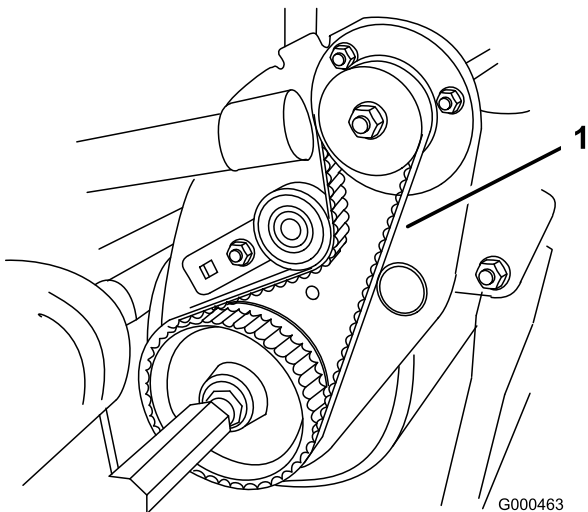

Bild 42
2. Prüfen Sie die Spannung des Riemen (Bild 42).